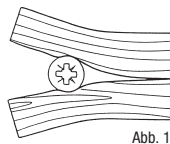

Abb. 1
- Aufspalten bzw. Reißen des Holzes bei Randverschraubungen (siehe Abb. 1).